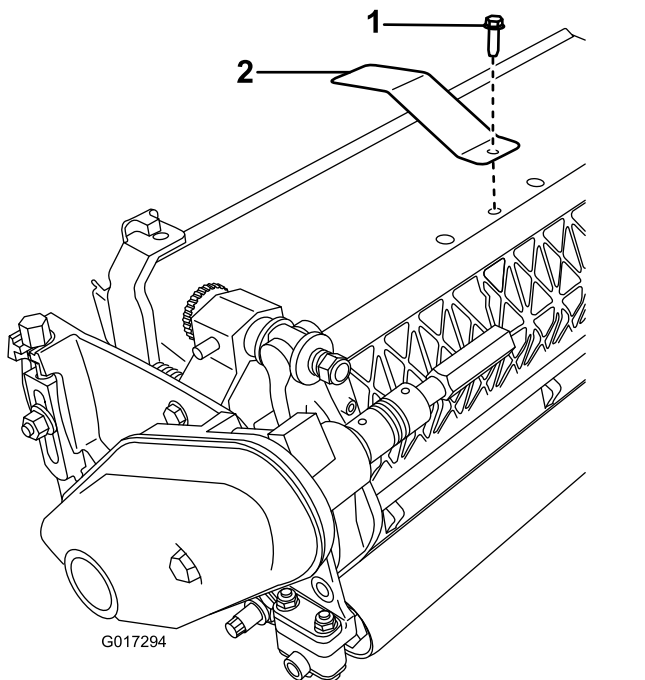

Рисунок 3
2. Снимите средний болт щитка-отражателя травы (Рисунок 3).
3. Установите отражательную пластину на верхнюю поверхность режущего блока, используя ранее снятый болт (Рисунок 3).